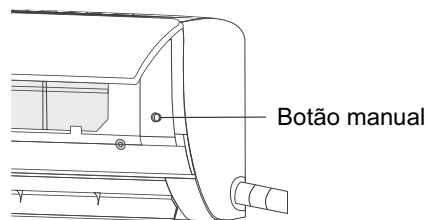

Fig. 2.1
1. Encontre o BOTÃO MANUAL à direita do ... painel lateral da unidade. Consulte a Fig. 2.1.